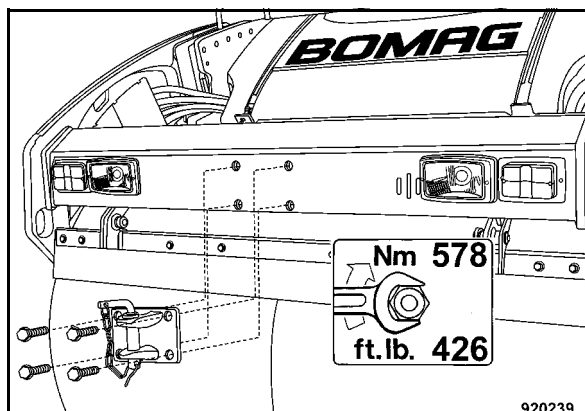

Fig. 107
- Avvitare il giunto di traino davanti (Fig. 107) o dietro con una coppia di serraggio di 578 Nm (426 ft.lb).